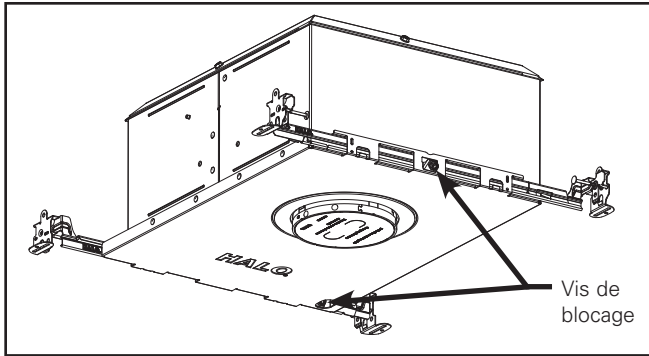

Figure 1.
Installez les barres de suspension dans le sens indiqué. (Figure 1).
4. Positionnez le luminaire sur les barres de suspension. Pour fixer la position du luminaire au plafond, serrez la vis de blocage de la barre de suspension pour l'immobiliser en place sur les barres. (Figure 1).
5. Centrez le luminaire dans l'ouverture. Pour fixer solidement la position du luminaire au plafond, serrez les vis et fixez le luminaire en place. (Figure 1).